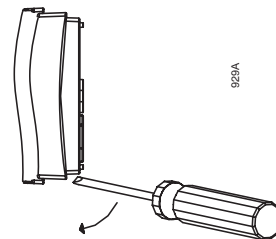

fig. 2
- fissare alla parete, con il set di viti di fissaggio in dotazione, la parte posteriore del controllo remoto, avendo cura di far passare i 2 conduttori all'interno del foro centrale (fig. 2);